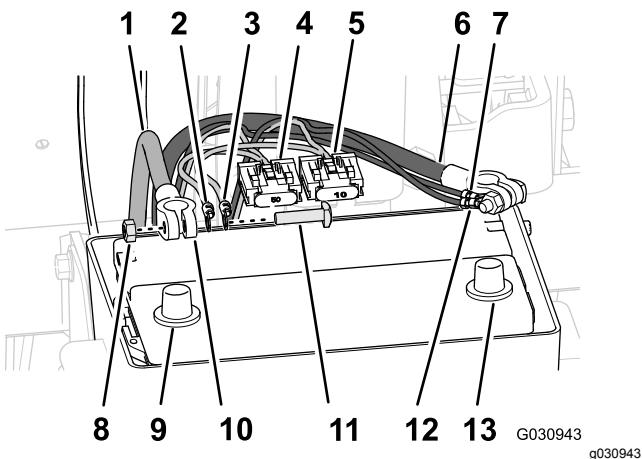

Figura 144
1. Disponete terminale positivo (cavo rosso), terminale negativo (cavo nero) e blocco fusibili (50 A) del cablaggio preassemblato posteriore tra la scatola della batteria e il telaio della macchina (Figura 144).
3. Rimuovete i bulloni a T e i dadi esagonali dai terminali dei cavi della batteria positivo e negativo (Figura 144).
4. Montate un bullone a T attraverso il terminale positivo (cavo rosso) del cablaggio preassemblato posteriore, il terminale positivo del cablaggio elettrico di navigazione e il terminale del cavo positivo della batteria (Figura 144).
5. Fissate, senza serrarli, i terminali e il bullone a T con un dado esagonale (Figura 144).
6. Montate un bullone a T attraverso il terminale negativo (cavo nero) del cablaggio preassemblato posteriore, il terminale negativo del cablaggio elettrico di navigazione e il terminale del cavo negativo della batteria (Figura 144).
7. Fissate, senza serrarli, i terminali e il bullone a T con un dado esagonale (Figura 144).